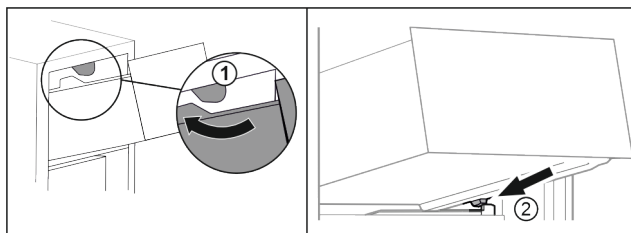

Fig. 27
- ▶ Vedte zásuvku podél horních zářezek. Fig. 27 (1)
- ▶ Nasadte zásuvku šikmo za dolní zarážky na žebrování na nádobu. Fig. 27 (2)